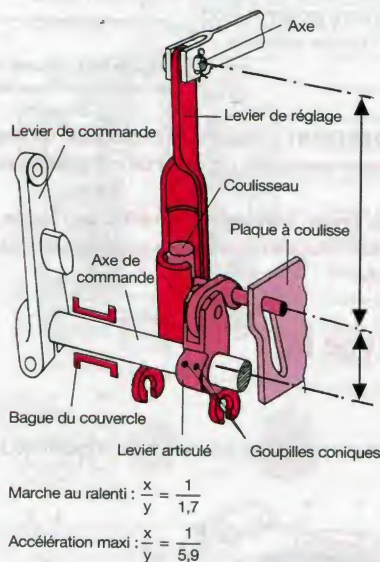
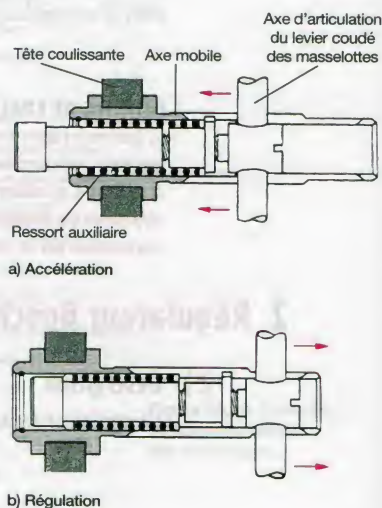
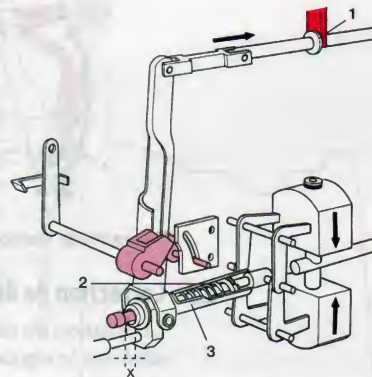
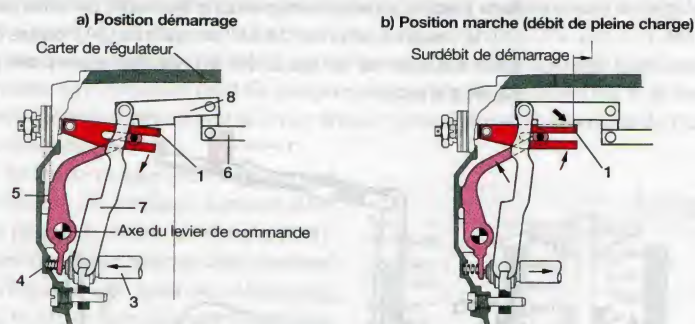

Figure 91.4. Système de commande RQV
Figure 91.5. Tête coulissante sur régulateur Bosch « RQV » (Doc. Bosch)
Figure 91.7. Position au démarrage
Figure 91.10. Positions des leviers (ancienne version)
- système de commande modifié comprenant une plaque à coulisse (fig. 91.4) avec un profil adapté, positionnant le levier articulé pour chaque déplacement de l'axe de commande (fig. 91.5) ;
- le levier de réglage plus long permet d'obtenir un meilleur statisme dans les plages de *vitesse* élevées (fig. 91.4) ;
- présence d'une *butée de débit* maximal (éclipsable en position démarrage, fig. 91.10) et liaison levier de réglage-bloc tournant élastique grâce à un axe mobile muni d'un *ressort* auxiliaire (fig. 91.5 et 91.7).
À chaque position du levier de commande (fig. 91.4) correspond une vitesse de régulation différente. La variation de la charge du moteur (variation de la vitesse) modifie l'équilibre *ressorts-masses* et le *régulateur* agit sur la position de la tige de réglage pour maintenir la vitesse de consigne dans les limites mécaniques (butée de débit maximal ou stop) (fig. 91.7).
Dans les cas où le déplacement des *masselottes* ou le rapport des leviers correspondent à une course plus importante que celle permise par la butée de *débit maximal* (1), le ressort auxiliaire (2) de l'axe mobile (3) s'écrase ou se tend (distance x) et sa force s'ajoute ou se retranche à celle des *masselottes* pour assurer la régulation (fig. 91.5 et 91.7).
La course de la *tige de réglage* étant limitée à l'aide d'une *butée de débit* (débit de pleine charge, fig. 91.7), un dispositif permettant d'augmenter cette course est nécessaire pendant la phase de démarrage à froid du moteur.
- b) Butée automatique (fig. 91.10 et 91.12). Au démarrage, l'axe mobile (3) comprime le ressort (4) et éloigne le levier basculeur (5) de sa position repos (cote x, fig. 91.10a). La butée de pleine charge (1) est ainsi dégagée libérant la *tige de réglage* (6) vers une course plus importante (débit de démarrage, fig. 91.10a).
Dès le démarrage du moteur, les *masselottes* de l'ensemble tournant (fig. 91.7) s'écartent, l'axe mobile (3) est tiré vers l'avant (fig. 91.10b), le ressort (4) ramène le levier basculeur (5) en position repos (*butée de pleine charge* (1) en position haute), tandis que simultanément, le levier de réglage (7) tire la chape (8) vers l'arrière, le levier de commande externe étant ramené en position *ralenti* par l'utilisateur.